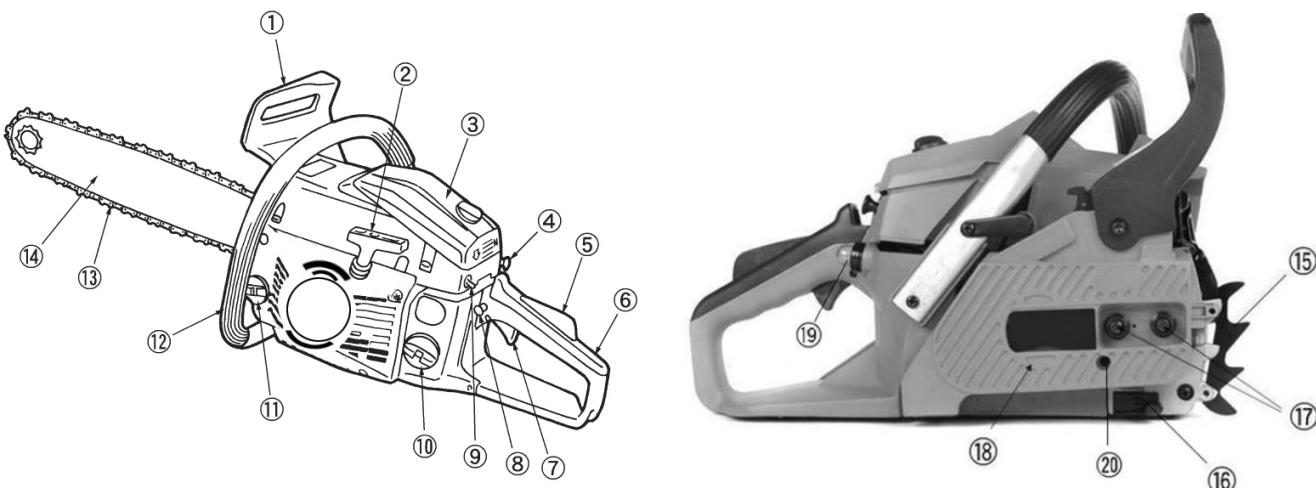

Рис.1
### Ручка тормоза цепи (1) (См. Рис.1)
Для безопасности, цепная пила оснащена тормозом цепи (1) (См. Рис.1). Тормоз цепи включается автоматически в случае резкого, сильного отскока, который вызывается прикосновением конца пилы к древесине во время работы. Тормоз цепи служит для блокировки пильной цепи перед стартом, и для ее моментальной остановки в экстренных случаях.
**Выключатель зажигания двигателя (9) (См. Рис.1)**
**Рычаг блокировки газа (5) (См. Рис.1)**
Предотвращает случайное включение двигателя (приведение пильной цепи в движение). Рычаг газа (7) не может быть нажат, если не нажат рычаг блокировки газа (5) (См. Рис.1).
**Задняя ручка (6) (См. Рис.1)**
**Пильная цепь, снижающая риск отскока (13) (См. Рис.1)**
**Зубчатый упор (15) (См. Рис.1)**
**Цепеуловитель (16) (См. Рис.1)**
**Праймер подкачки топлива (19) (См. Рис.1)**